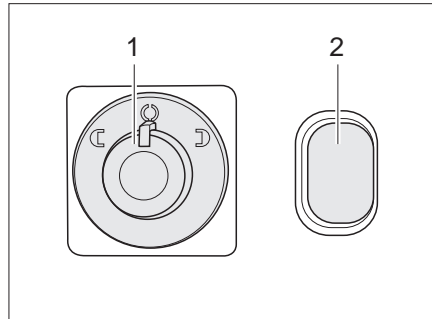

Fig. 24 Conmutadores para los retrovisores exteriores ajustables eléctricamente y la calefacción de los retrovisores
- Seleccionar el retrovisor que se desea ajustar. Para esto, girar el interruptor giratorio (Fig. 24,1) hacia la izquierda o hacia la derecha.
- Ajustar el retrovisor presionando el interruptor (Fig. 24,1) en la dirección correspondiente.
- Pulsar el interruptor (Fig. 24,2). La luz de control en el interruptor indica el funcionamiento.